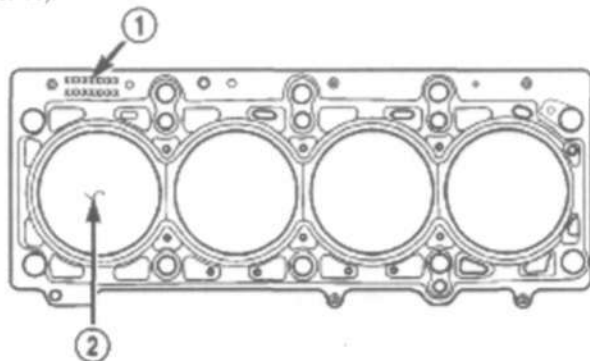

Рис. 10 Установка прокладки головки блока
- (1) Перед установкой болтов смазать резьбу моторным маслом.
- (2) Установить прокладку головки блока на блок цилиндров (Рис. 10).